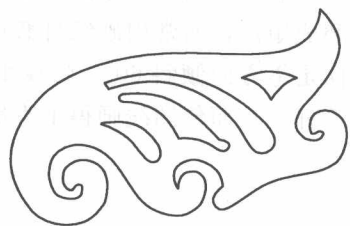

图 1-12 曲线板
① 曲线板。它是用来画非圆曲线的，其式样很多，曲率大小各异，见图 1-12。其